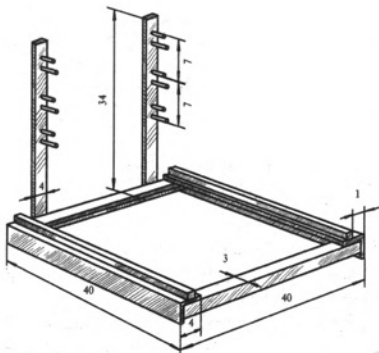

Рис. 36. Рама для решетки гриля.
3. Решетка держится на специальной раме (рис. 36), выполненной из стальных уголков и скрепленных между собой винтами М4. Опорами служат 2 детали, вырезанные из полосовой стали и привинченные к тыльной стороне решетки.